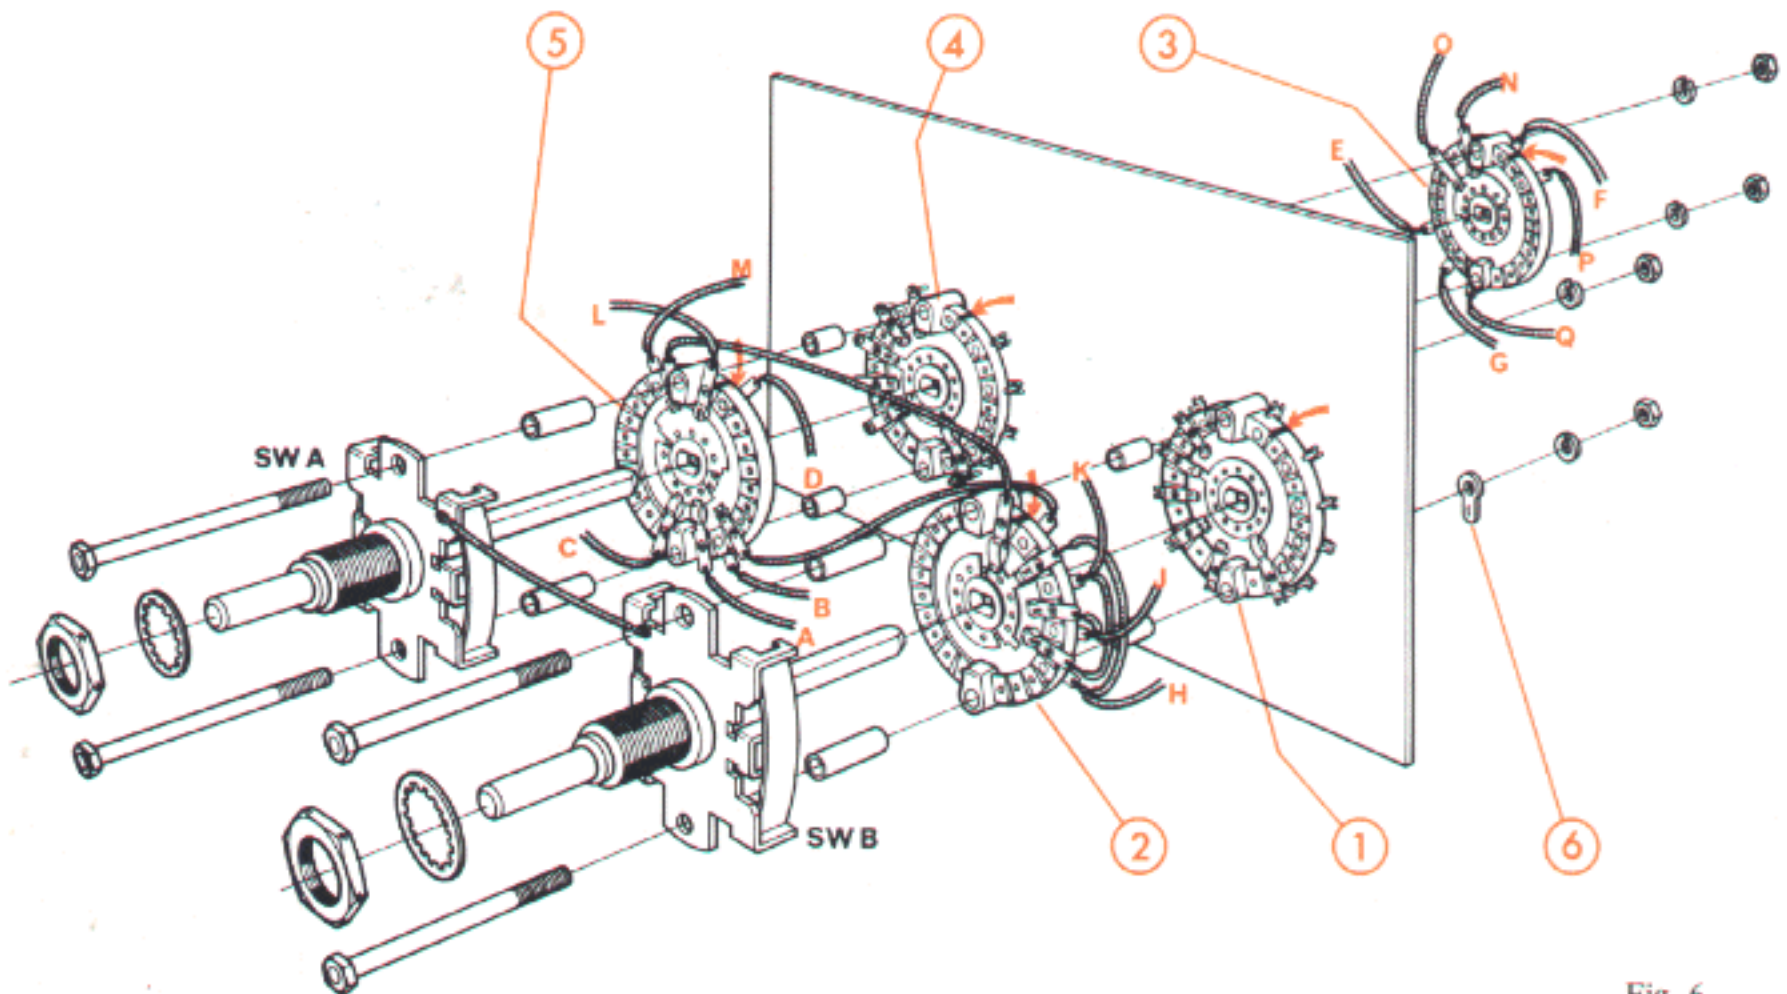

Fig. 6
TERZA FASE: montaggio e cablaggio dei commutatori (Fig. 6 - 7)
Il posizionamento ed il cablaggio dei due commutatori deve essere eseguito controllando accuratamente le operazioni sulle figure 6 e 7.
- Allineare il dentino di riferimento indicato in fig. 6 con una freccia, al contrassegno che appare sul circuito stampato.
- Inserire le estremità dei tiranti nei fori del circuito stampato, interporre il terminale di massa (6) e bloccare con i dadi e le rondelle precedentemente rimossi.
- Saldare le pagliette inferiori e superiori del settore (1) con i terminali infissi precedentemente nel circuito stampato (particolare visibile in fig. 6)
- Montare il commutatore SWA in modo analogo al precedente, tranne per il fatto che l'ultimo settore (3) ed i relativi distanziatori cilindrici devono essere montati dal lato rame del circuito stampato.
- Saldare le pagliette inferiori e superiori del settore (4) con i terminali adiacenti.
- Eseguire il cablaggio con trecciola isolata secondo quanto indicato in fig. 6, dai contatti del commutatore ai punti A, B, Q. I punti di connessione sul circuito stampato sono contrassegnati da un doppio cerchio se trattati di fili provenienti dai settori dei commutatori situati sul lato componenti, mentre un solo cerchio pieno contraddistingue gli ancoraggi dei fili provenienti dal lato rame.